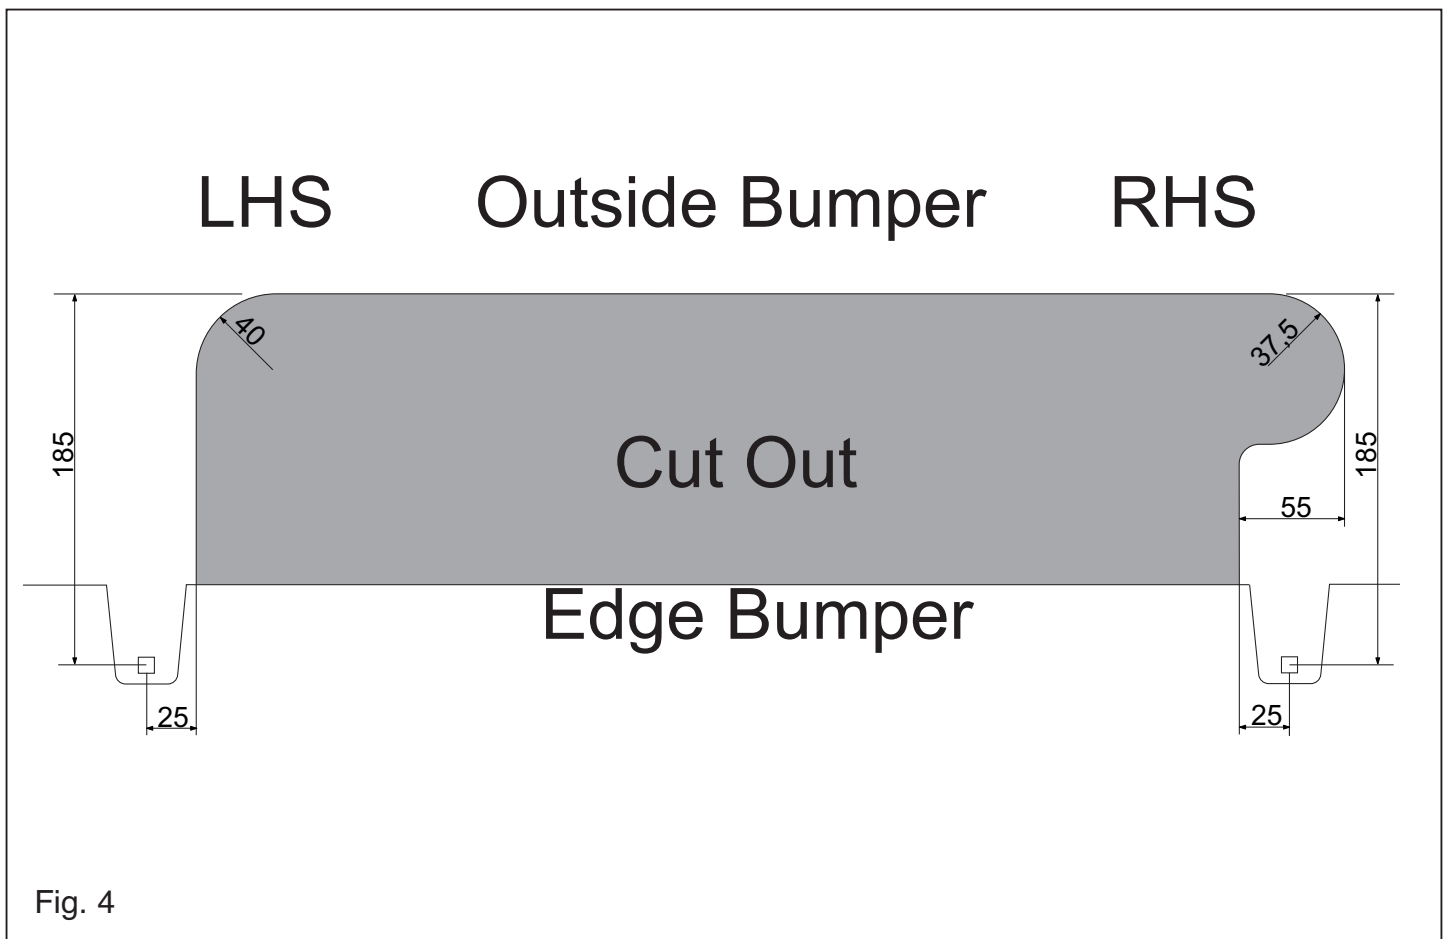

Fig. 4
8. Saw a section out of the middle of the underside of the bumper as shown in fig 4.
8. Auf der Unterseite der Stoßstange einen Teil aus der Mitte gemäß Abbildung 4 heraus schneiden.